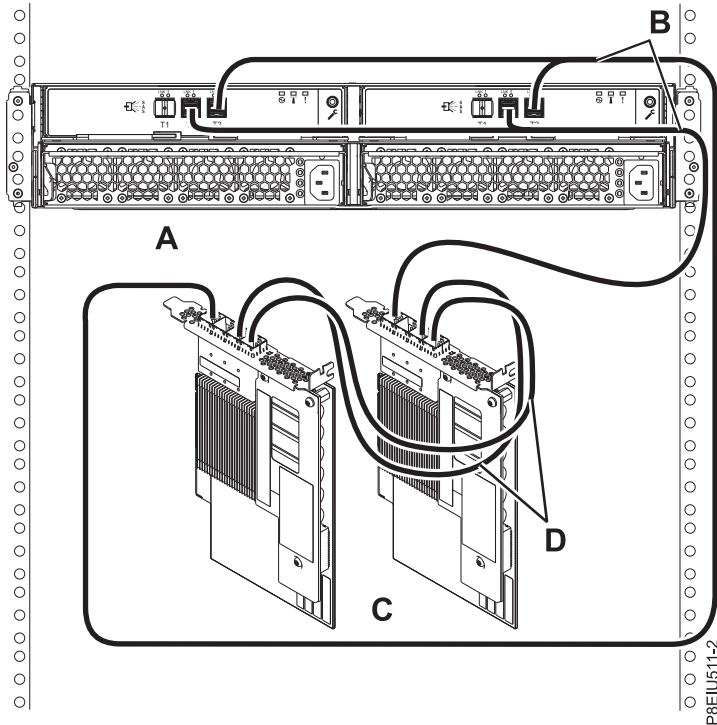

Abbildung 15. Modus 1-Anschluss einer ESLL- oder ESLS-Speichereinheit mit YO12-Kabeln an ein SAS-Adapterpaar (FC EJ0L oder FC EJ14) mit AA-Kabeln
15. Schließen Sie ein Gehäuse im Modus 1 (A) mit YO12-Kabeln (B) an ein SAS-Adapterpaar (C) (FC EJ0L oder FC EJ14) mit AA-Kabeln (D) an (AA = Adapter-Adapter), wie in Abb. 15 auf Seite 18 dargestellt. Fahren Sie anschließend mit „Kabel und Netzkabel anschließen und Abdeckungen installieren“ auf Seite 23 fort.